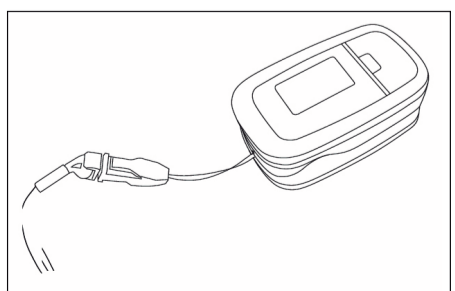

Figura 4. Colocación de la cinta
- A. Vea la Figura 4. Inserte el lazo corto de la cinta en el orificio del oxímetro.